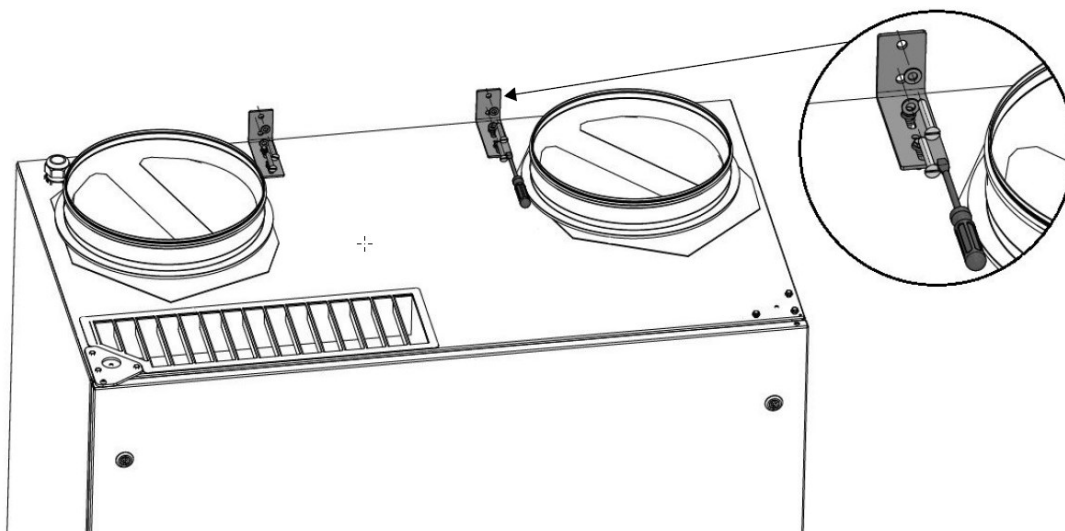

Abbildung 26: Befestigen Sie die Halterungen an der Geräteoberseite an der Wand
2. Stellen Sie das Gerät aufrecht an seinen endgültigen Standort, möglichst nah an die Wand. Bewegen Sie das Gerät etwa mit einem Palettenhubwagen, siehe Abbildung 26 unten.